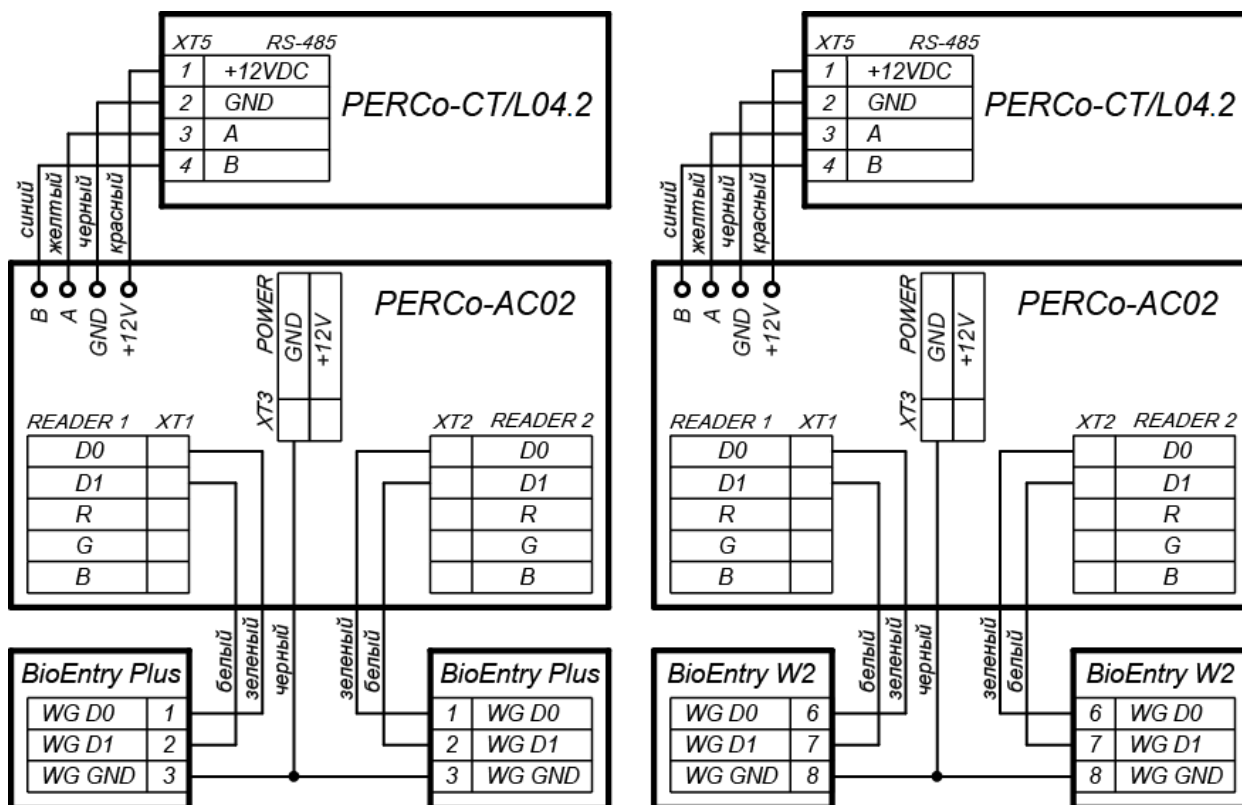

Рисунок 22. Схемы подключения контроллеров *Suprema* к контроллеру **PERCo-CT/L04.2** через конвертер интерфейса **PERCo-AC02**
2. В качестве считывателя отпечатков пальца при управлении одним из направлений двухстороннего замка (турникета). В этом случае поддерживается контроль зональности, ИУ управляется выходами контроллера **PERCo-CT/L04.2**. Контроллер *Suprema* подключается к контроллеру **PERCo-CT/L04.2** по интерфейсу *Wiegand* через конвертер интерфейса **PERCo-AC02** (схемы подключения - см. рис. 22).